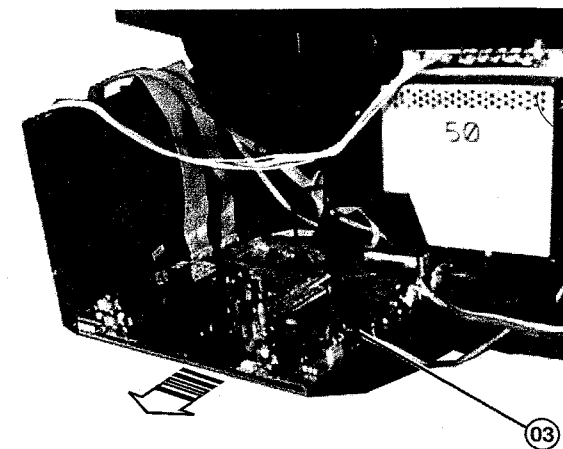

Fig. 4
- c - Platine herausziehen (Abb. 4)
- c - Tirare **(03)** (fig. 4)
- c - Tirar **(03)** (fig. 4)